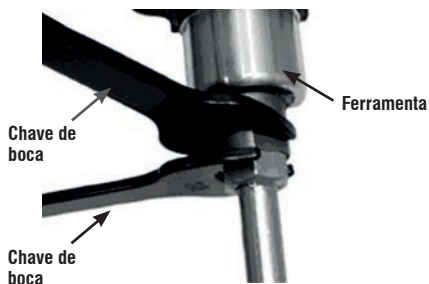

Fig. 3 – Montagem da pá na ferramenta
3. Monte o conjunto (extensão + pá) na ferramenta, conforme Fig. 3;